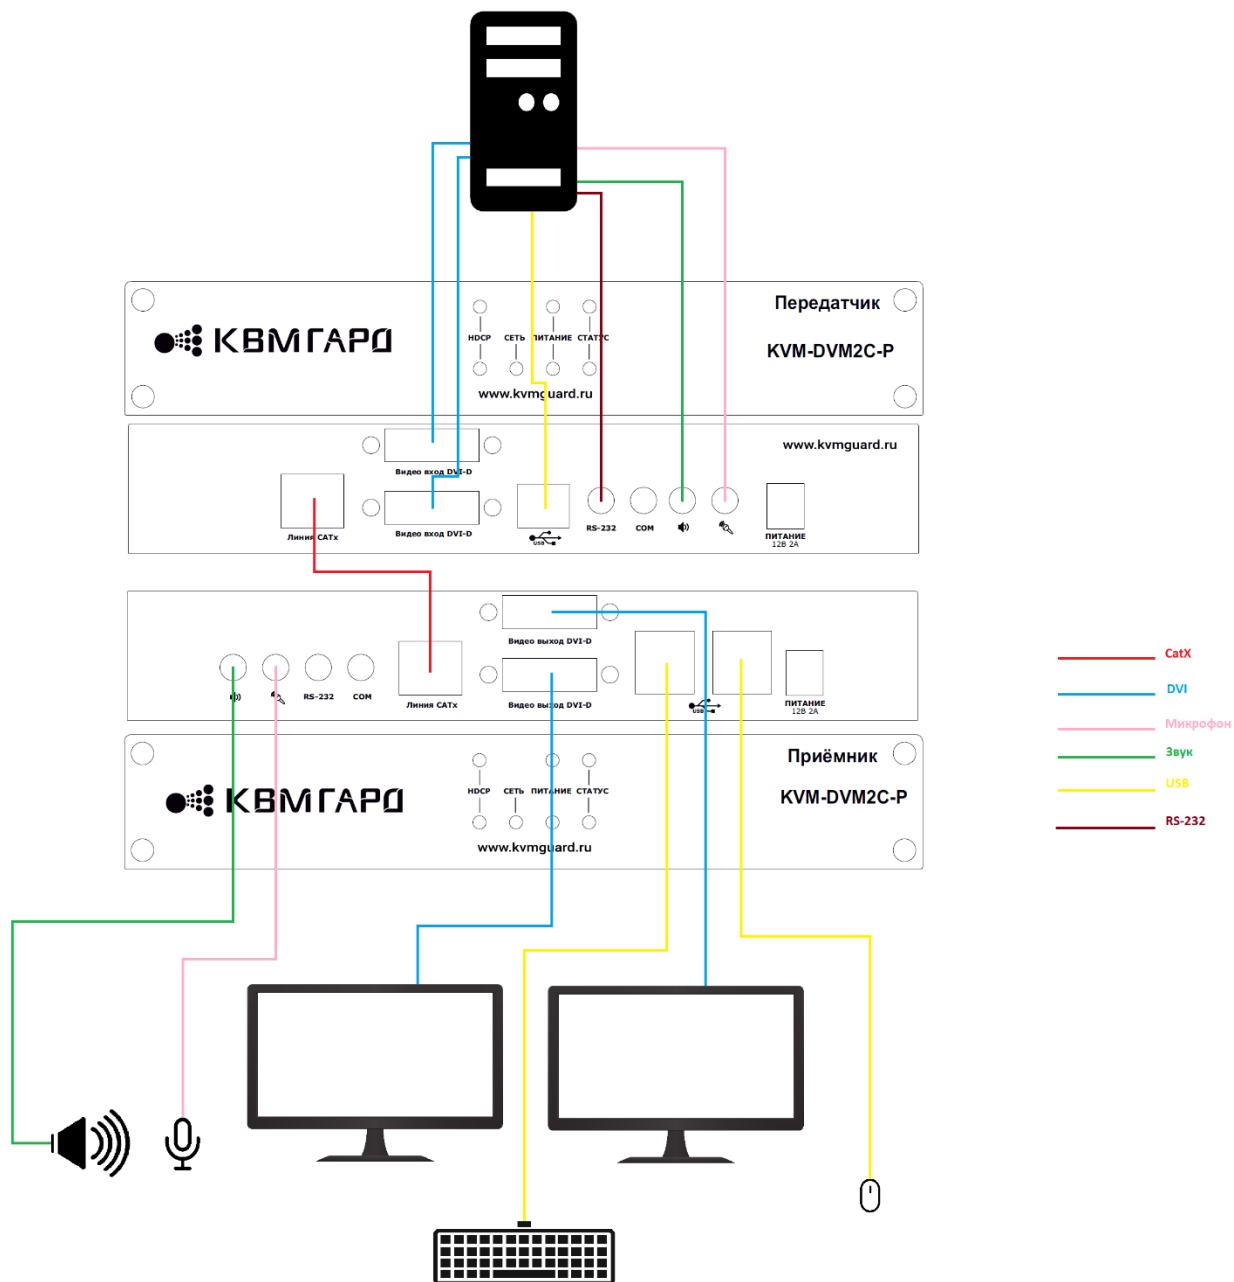

Рис. 2. Схема подключения кабелей
2. Подключите необходимые кабели (USB, Аудио, Видео) к портам приемника и передатчика согласно «Схеме подключения» (рис.2).
Подключите все кабели от компьютера и монитора к Изделию, как указано на схеме (рис.2). Соедините приемник и передатчик.